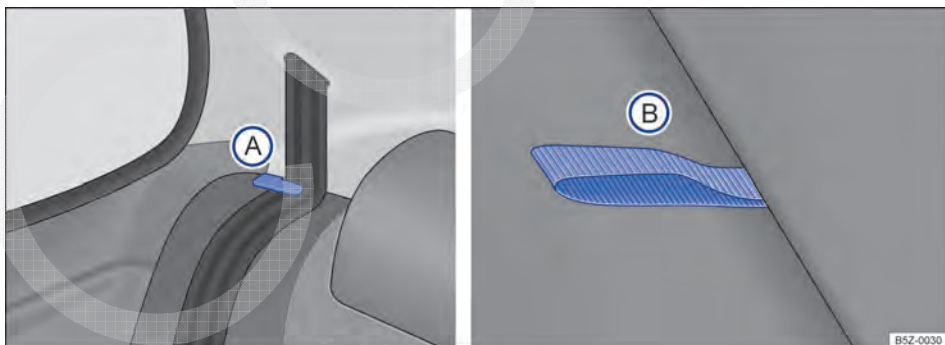

Fig. 74 Banco traseiro: posicionador para os cadarços dos cintos ①; alça para desbloqueio do encosto ②.
- Posicionar os cadarços dos cintos de segurança nos seus respectivos posicionadores → Fig. 74 (A).
- Puxar a alça vermelha → Fig. 74 (B) para destravar a fixação do encosto do banco e, ao mesmo tempo, puxar o encosto sobre o assento, até travá-lo.
- Retirar os cadarços do cinto de segurança dos posicionadores → Fig. 74 (A). Para veículos com cintos de três pontos fixos, recolocar as linguetas nos respectivos fechos.